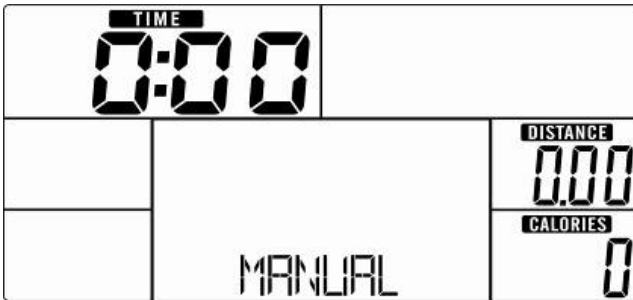

Abb. 10
- CALORIES (Kalorienverbrauch, Abb. 10)